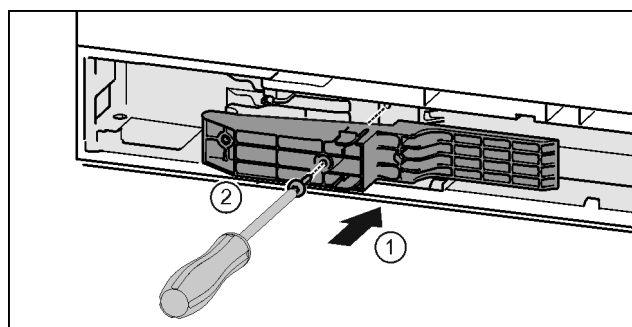

Fig. 45 *
- ▶ Włożyć element adaptera w zagłębienie po stronie uchwytu. Fig. 45 (1)*
- ▶ Śruby przykręcić przy pomocy śrubokręta T15. Fig. 45 (2)*